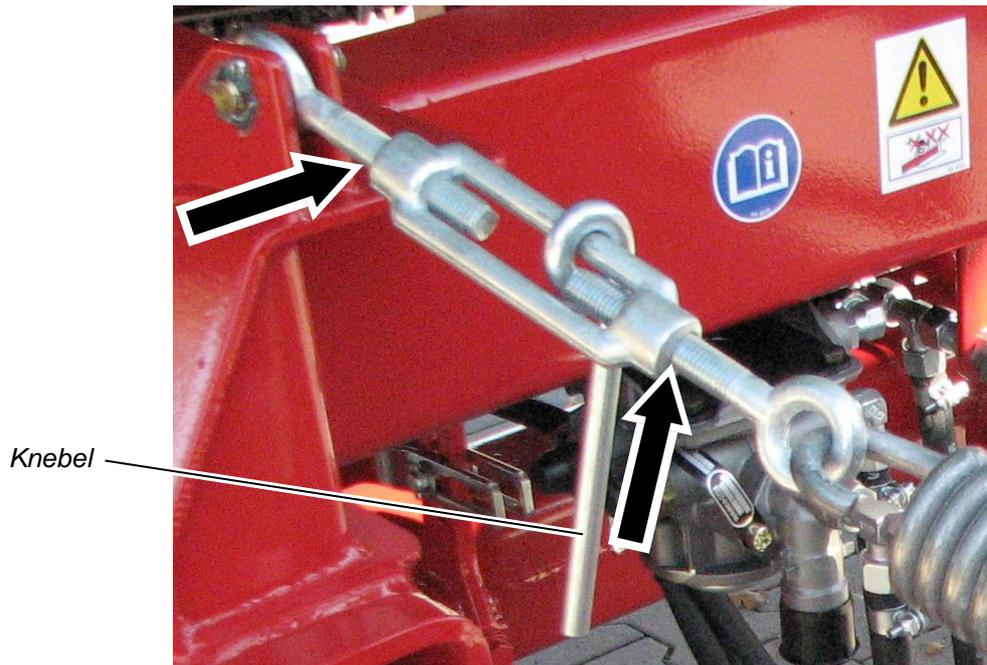

Abbildung 83: Spannschloss der Höheneinstellung für die Zugöse fetten (nur HKD 302 und HKD 402)
- ⇒ Fetten Sie das Gewinde mit einem Pinsel ein (siehe Abbildung 83).
- ⇒ Drehen Sie den Knebel des Spannschlosses (siehe Abbildung 83), um an alle Stellen des Gewindes zu gelangen.